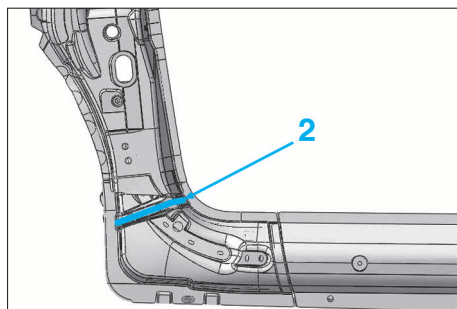
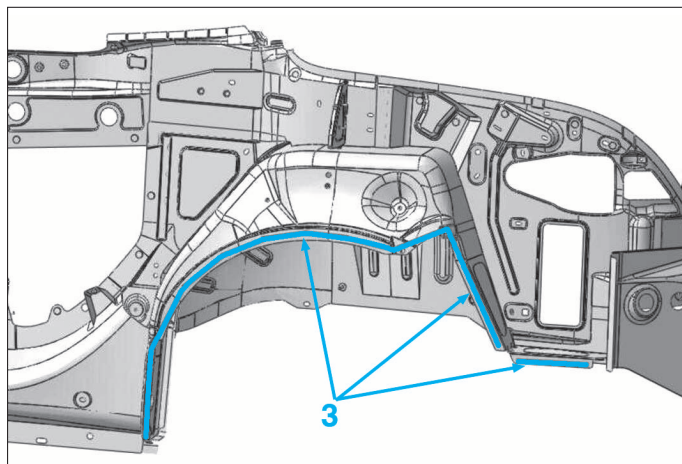

FIG. 65
FIG. 66
- Appliquer une colle structurale suivant les lignes (2) (Fig.65) et (3) (Fig.66).